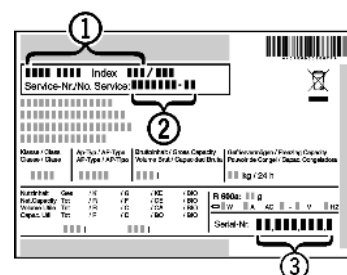

Fig. 47
- ▶ Назва пристрою *Fig. 47 (1)*, сервісний номер *Fig. 47 (2)* та серійний номер *Fig. 47 (3)* вказані на заводській табличці. Заводська табличка знаходиться всередині пристрою, зліва.